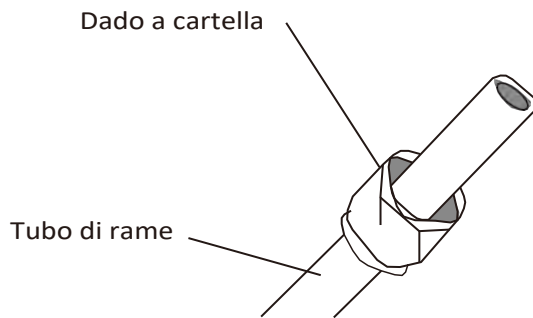

Fig. 5.3
3. Poni i dadi a cartella su entrambe le estremità del tubo. Assicurati che siano rivolti nella giusta direzione, perché non potrai inserirli o cambiarne la loro direzione dopo la svasatura. **Vedi Fig. 5.3**